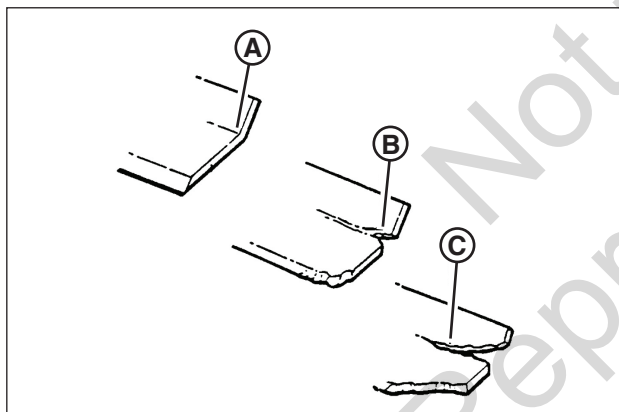

Figure 18: Limites d'usure de lame standard
1. Inspectez régulièrement la lame (**Figure 18**) pour détecter d'éventuels signes d'usure excessive ou des dommages :